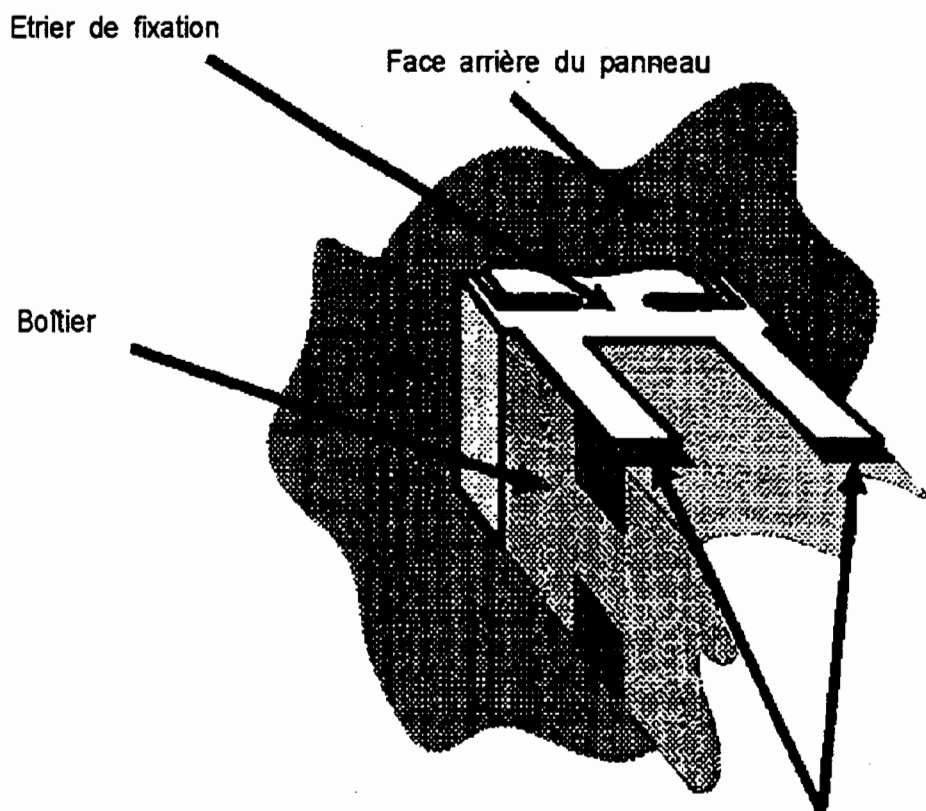

Figure 2-3 Montage en panneau
2. Faire glisser l'étrier de fixation (voir figure 2-3) et pousser jusqu'à ce qu'il soit en contact avec l'arrière du panneau.